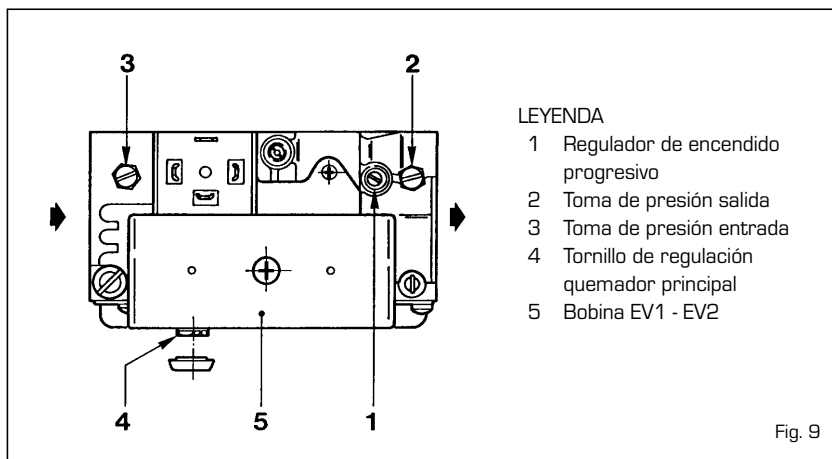
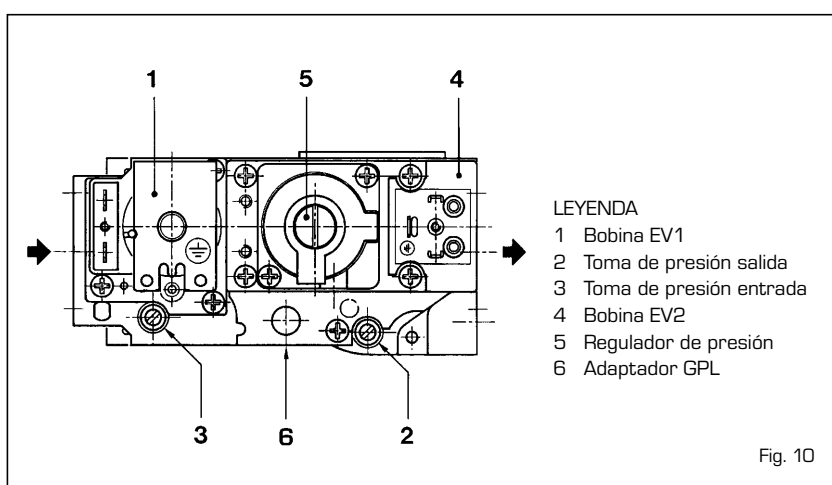

Fig. 9
Fig. 10
Las calderas "RX 19-26" están equipadas con válvula SIT 830 TANDEM (fig. 9). Al primero encendido se aconseja purgar el aire que se encuentra en el conducto gas actuando sobre la toma de presión (3).
Las calderas "RX 37÷55" están equipadas con válvula HONEYWELL VR4605C (fig.10).
- Quitar el tapón puesto sobre el regulador de presión y atornillar el tornillo de regulación (4 fig. 9 - 5 fig. 10).
- Aplicar sobre la válvula el adaptador (6 fig.10).